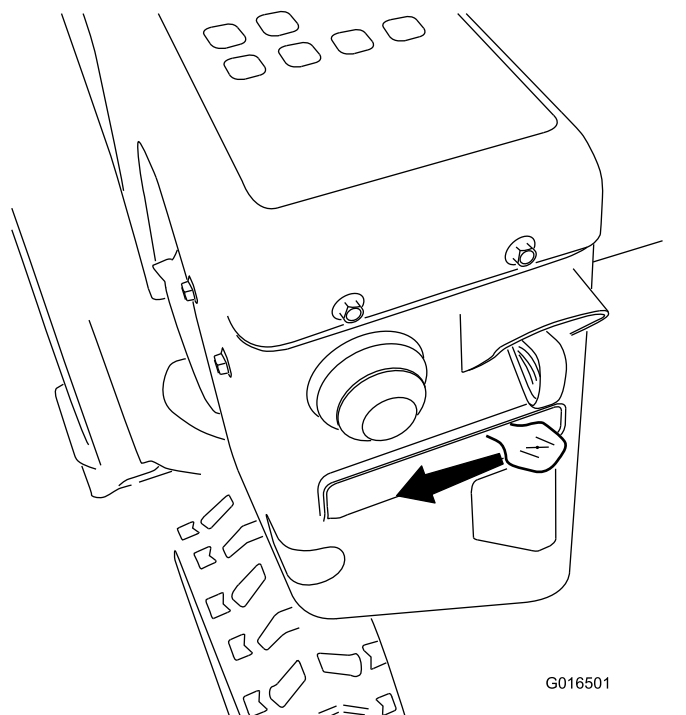

Figure 18
5. Réglez le starter à la position STARTER (Figure 18).